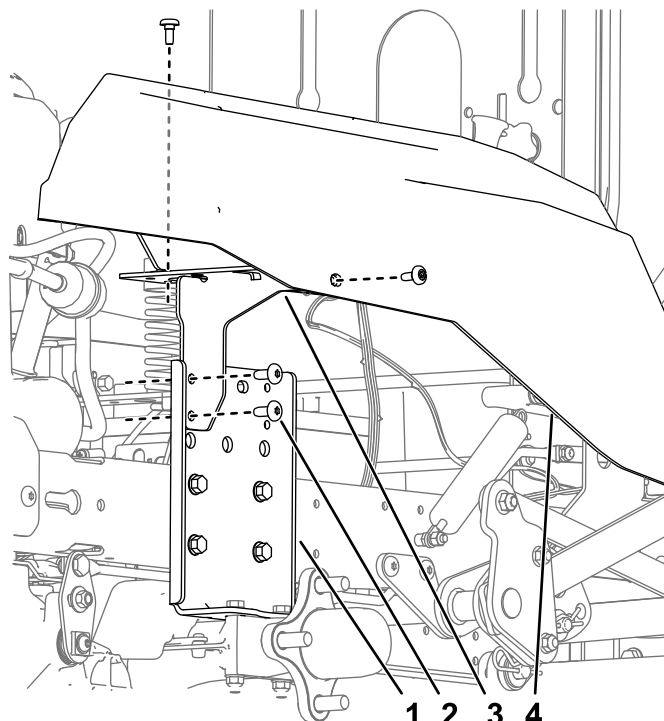

Figure 3
12. Déposez les supports de carénage de la machine (Figure 3).